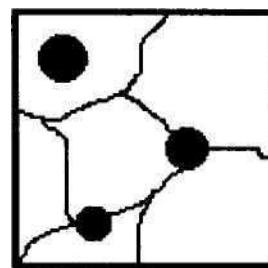

Рис. 5.4.
26. В поле микроскопа (рис. 5.4) на фоне равноосных светлых зерен